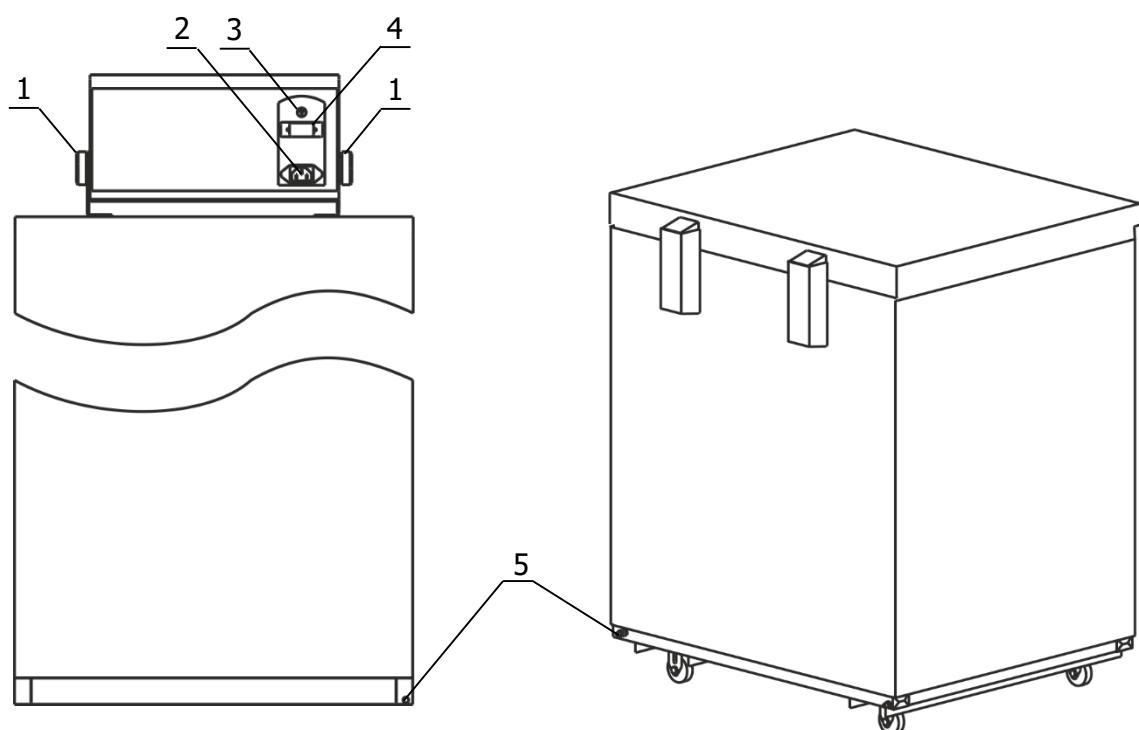

Рисунок 3 — Задний вид термостатов TCB-01 (слева) и TCB-02 (справа)
2.2.3 При установке термостата в помещении с синтетическим напольным покрытием необходимо соединить медным проводом винт 5, находящийся в основании термостата (рисунок 3), с контуром заземления лабораторного помещения.
2.2.4 Для подключения термостата TCB-01 блок регулирования температуры установить в вертикальное положение и зафиксировать его, вращая по часовой стрелке ручки 1 (рисунок 3). Подключить сетевой кабель к разъему 2, кабель датчика температуры к разъему 3, а кабель связи холодильной машины к разъему 4 блока регулирования температуры.